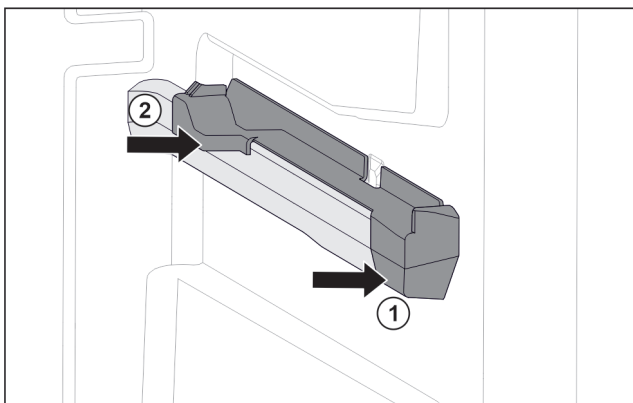

Fig. 80 Pieza de acoplamiento en la nervadura para recipientes derecha
- ▶ Coloque la pieza de acoplamiento delante en la nervadura para recipientes. Fig. 80 (1)
- ▶ Presione la pieza de acoplamiento por detrás. Fig. 80 (2)